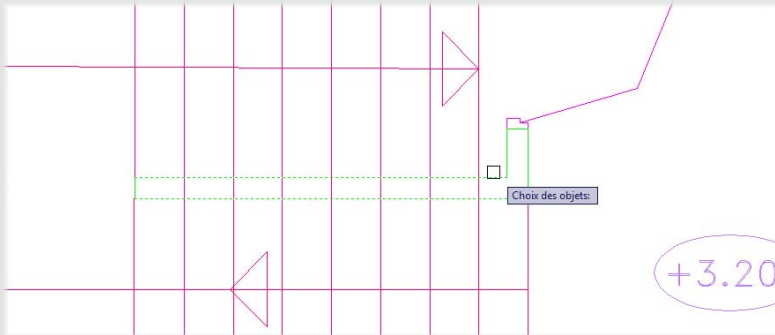

Figure 13
5. Sélectionnons la commande **Ajuster** puis choisissons comme objets les deux lignes représentant la cloison (voir Figure 13).